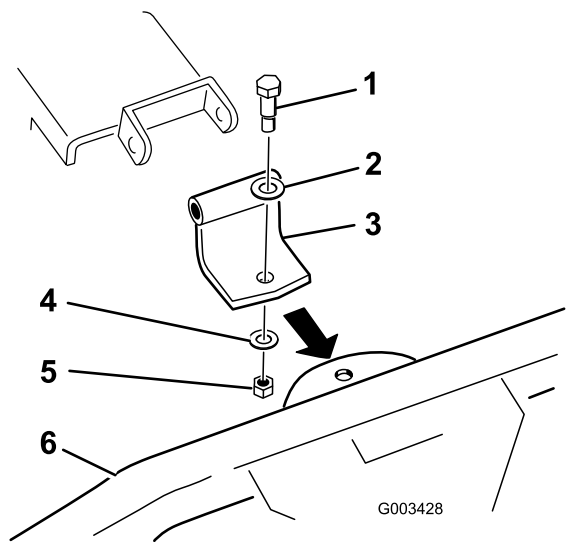

図 3
- 湾曲ピボット・ブラケットは 図 3 のように使う (ツース・レーキ側のブラケットが上向きの場合)